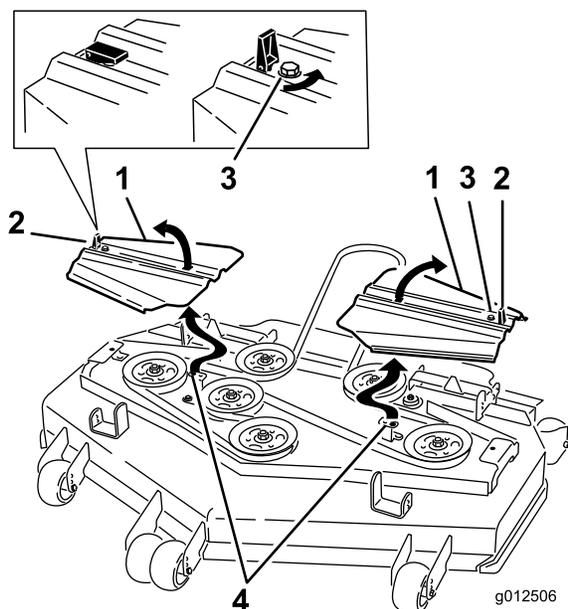

Figure 70
14. Posez les couvercles de courroies en engageant les languettes dans les rainures. Posez les vis et fermez les verrous (Figure 70).